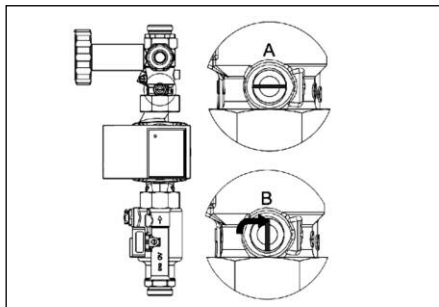

Fig. 6.13 Clapet (robinet à tournant sphérique sur le retour)
5. Ouvrir le clapet ATS de la station solaire (sur le retour de la station solaire au-dessus du circulateur) en mettant la vis de réglage en position verticale (position B sur la fig. 6.13). Maintenant le clapet ATS est désactivé.